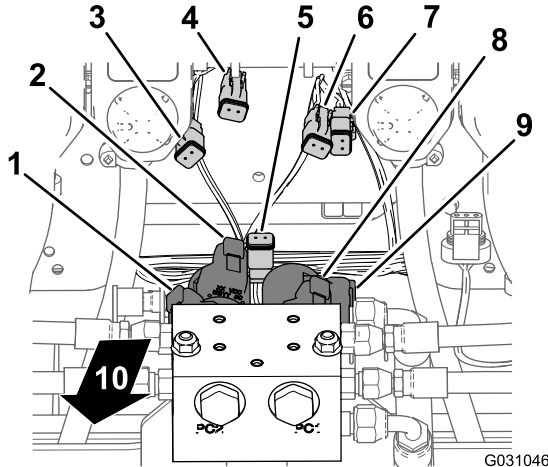
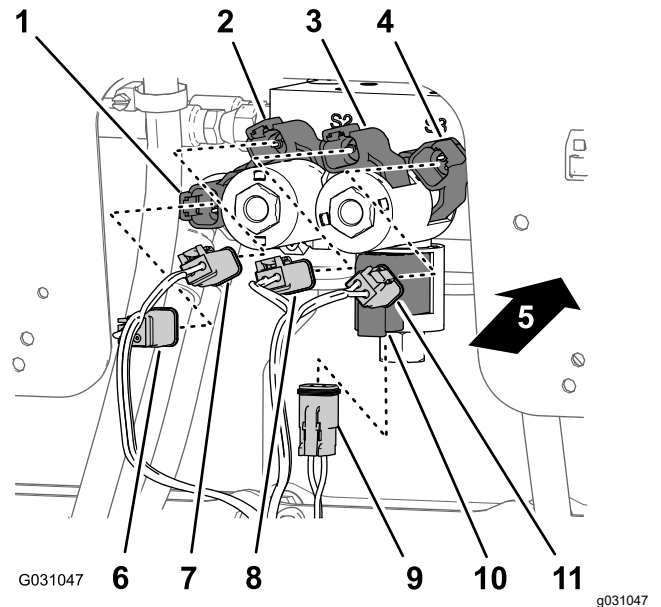

Figura 104
Figura 105
hembra de 2 vías del arnés de cables trasero marcado **Enable Solenoid** (solenoido de activación) al conector de 2 pines del solenoide de activación (Figura 104 y Figura 105).
- En el solenoide derecho inferior, conecte el conector hembra de 2 vías del arnés de cables trasero marcado **Right Down** al conector de 2 pines del solenoide Bajar derecho (Figura 104 y Figura 105).
- En el solenoide derecho superior, conecte el conector hembra de 2 vías del arnés de cables trasero marcado **Right Up** al conector de 2 pines del solenoide Subir derecho (Figura 104 y Figura 105).
pinos del solenoide Bajar izquierdo (Figura 104 y Figura 105).